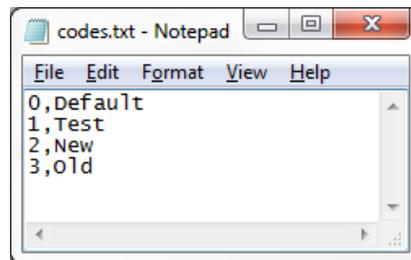

图 115 - 点代码文件
2. 选择代码库文本文件。图 115 显示可导入点代码文本文件的示例。